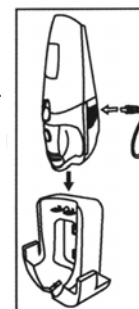

Fig. 1
3. Placez l'appareil sur sa base de chargement. Le témoin de chargement s'allume en vert pour indiquer que l'aspirateur est bien placé dans la base de chargement et que l'appareil se recharge. (fig. 1)